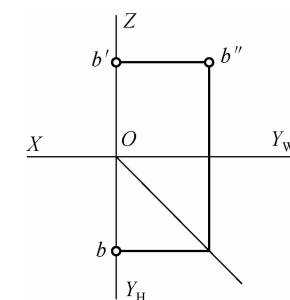

图 1-2-3
10. 如图 1-2-3 所示, 点 B 的()坐标为 0。